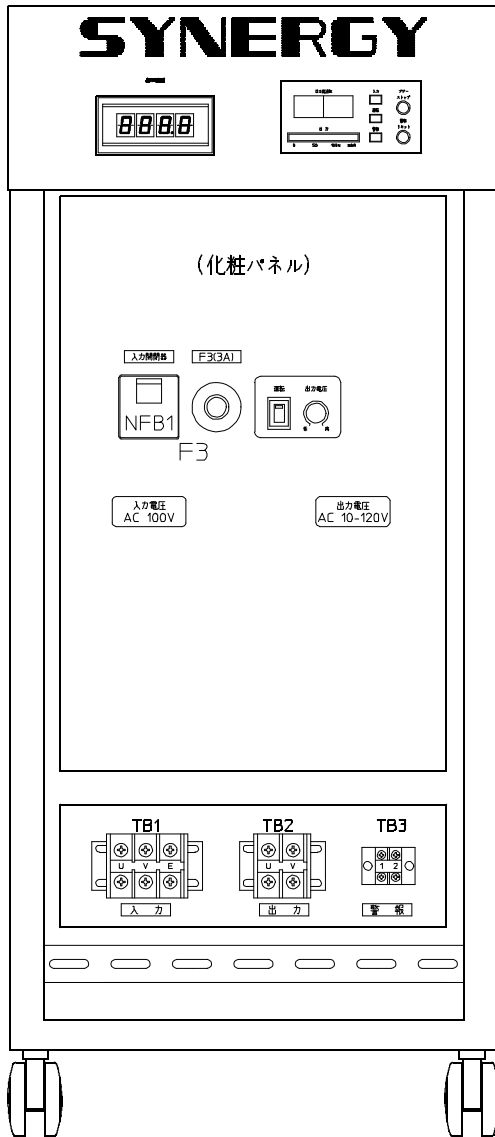
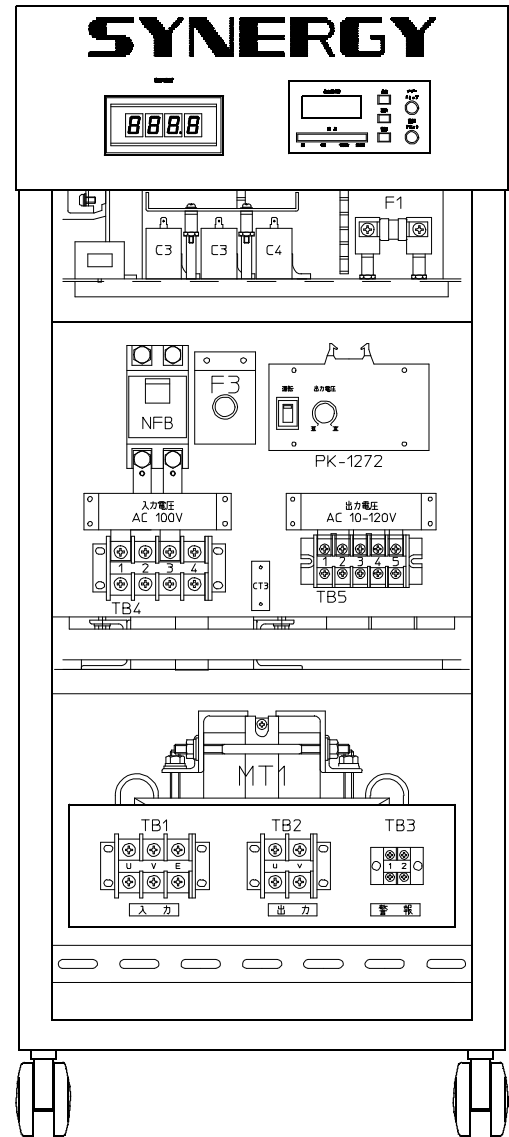
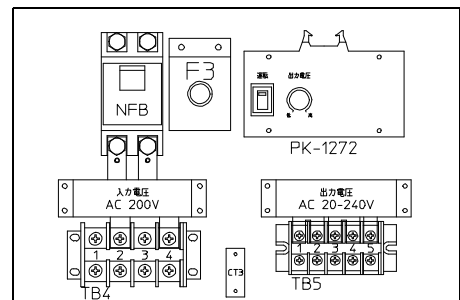

図 1 (扉内図)
図 2 (化粧パネルを取り外した図)
図 3
- 1 図1の化粧パネルを4箇所のM4ビスを取り外すと、図2の様に入力電圧及び出力電圧表示板が現われます。
備考 図2は入力電圧100V,出力電圧10-120Vを示し図3は入力電圧200V,出力電圧20-240Vを示します。